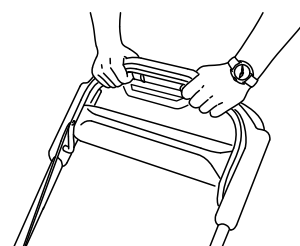

Figure 11
3. Maintenez la barre de commande des lames contre le guidon (Figure 11).